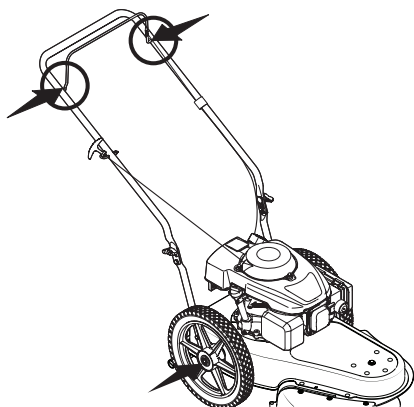

Figura 7
1. Lubrique con aceite ligero los puntos de pivote de la palanca de control al menos una vez por temporada. El control debe funcionar libremente en ambas direcciones. Consulte la Figura 7.